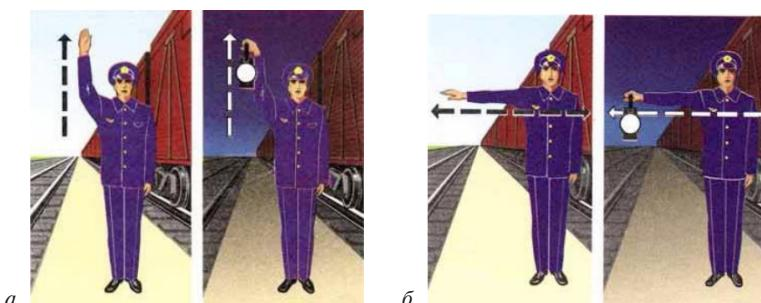

Рис. 4.7. Сигналы, подаваемые машинисту проводником
- требование машинисту произвести пробное торможение (после устного предупреждения): днем — поднятой вертикально рукой, ночью — поднятым ручным фонарем с прозрачно-белым огнем (рис. 4.7, а). Машинист отвечает одним коротким свистком локомотива и приступает к торможению. Проводник производит осмотр колесных пар (прижатие тормозных колодок и выход штока тормозного цилиндра);
- требование машинисту отпустить тормоза: днем — движениями руки перед собой по горизонтальной линии, ночью — такими же движениями ручного фонаря с прозрачно-белым огнем (рис. 4.7, б). Машинист отвечает двумя короткими свистками локомотива и отпускает тормоза. Проводник осматривает тормозные колодки (они должны отойти).